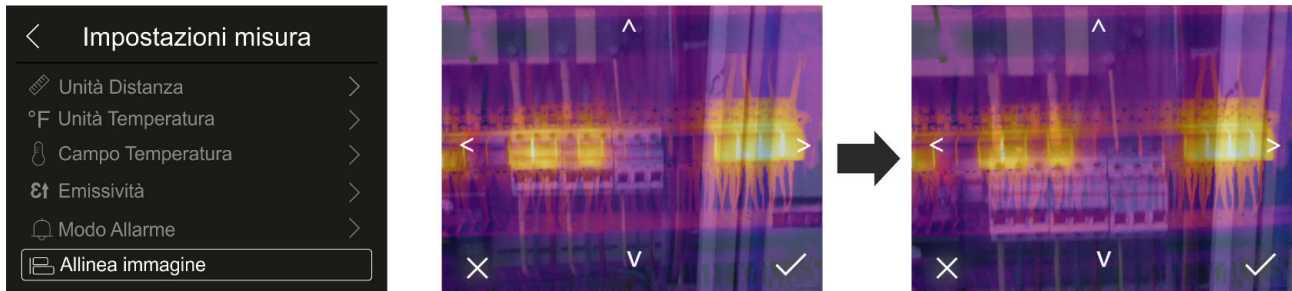

Fig. 27: Allineamento dell'immagine a display
1. Toccare la voce "Allinea immagine". La Fig. 27 – parte centrale è mostrata a display in cui è presente una sovrapposizione delle due immagini con un livello basso di infrarosso.
2. Toccare le 4 frecce presenti sul display in modo da spostare l'immagine IR sovrapponendola a quella visibile (vedere Fig. 27 – parte destra)